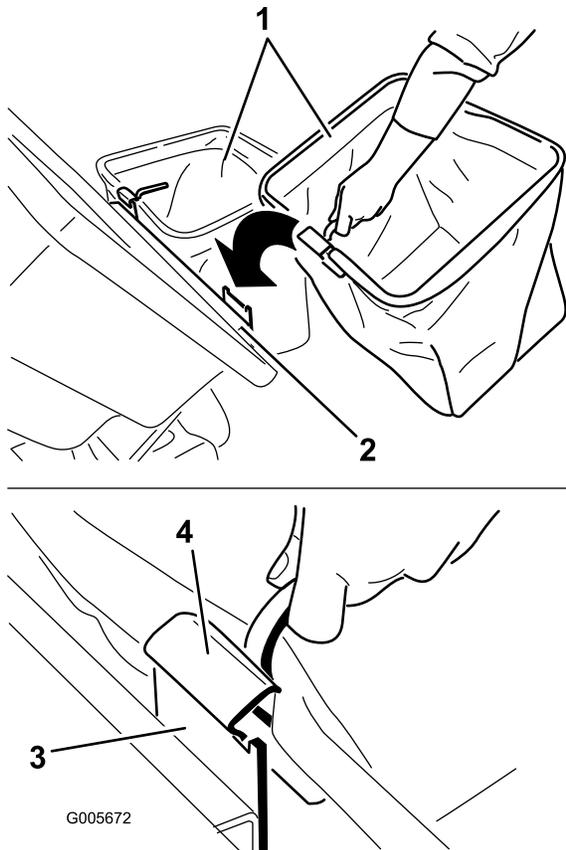

Figura 33
8. Instale las bolsas, colocando el enganche del bastidor de cada bolsa sobre los soportes de retención (Figura 33).